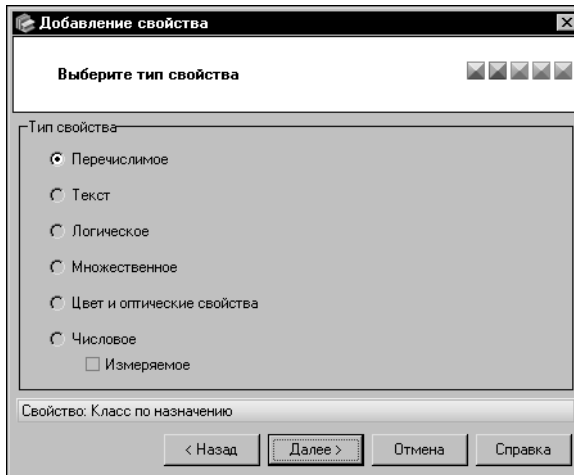

Рис. 6.4. Мастер создания свойства: шаг 2
7. В окне второго шага мастера выберите тип свойства. Свойства группы *Для обозначений* могут иметь только тип **Перечислимое**, поэтому другие варианты недоступны (рис. 6.4).